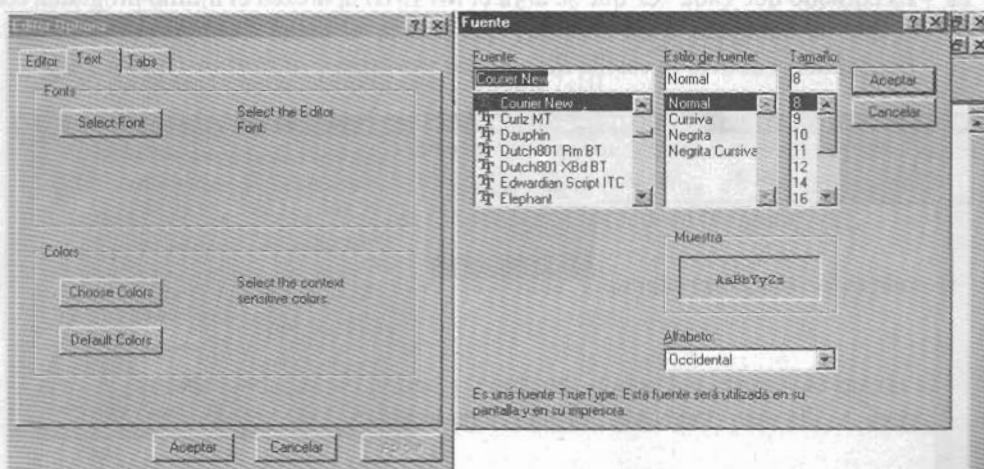

Figura 7-7 Elección del tipo de letra
- 9º Elegir el tipo de letra, activando el menú *Edit > Properties*. Dentro de la ventana *Editor Options* se activa la pestaña *Text* y se elige el tipo de letra seleccionado en la figura 7-7 o aquél otro tipo que al lector le resulte cómodo para su forma de trabajar.
- 11º Es conveniente dejar los colores de los caracteres configurados por defecto. Para ello, activar el menú *Edit > Properties*. Dentro de la ventana *Editor Options* se activa la pestaña *Text* y el botón *Default Colors* (figura 7-7)